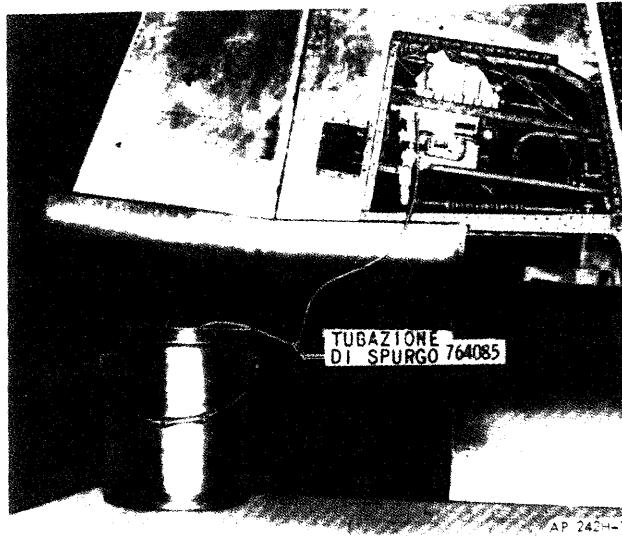

Fig. 3-28. Spурго impianto timone di direzione.
- b. Togliere le viti dal pannello di accesso N. 92 sul lato destro della deriva. Collegare la tubazione P/N 764085-1 alla valvola di spurgo (vedere fig. 3-28). Disporre l'estremità libera della tubazione in un recipiente aperto.